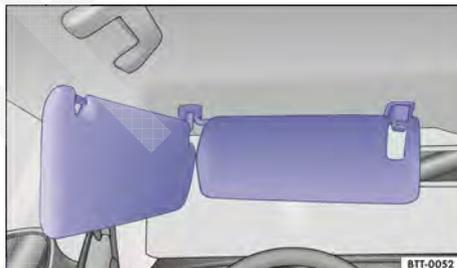

Fig. 124 No revestimento do teto dianteiro: para-sóis duplos para o condutor.
- Deslocar o para-sol virado para a porta na direção longitudinal para trás → Fig. 124.